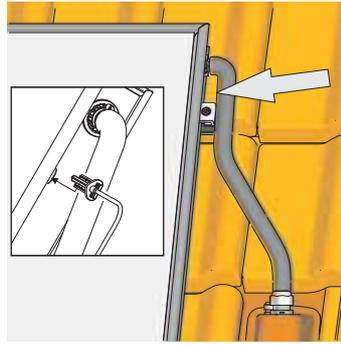

Figure 3-46 Etape 2
2. Enfoncez la sonde de température dans le capteur solaire plat jusqu'à la butée (voir Figure 3-46). La sonde doit ainsi être calée sur la tôle de l'absorbeur.